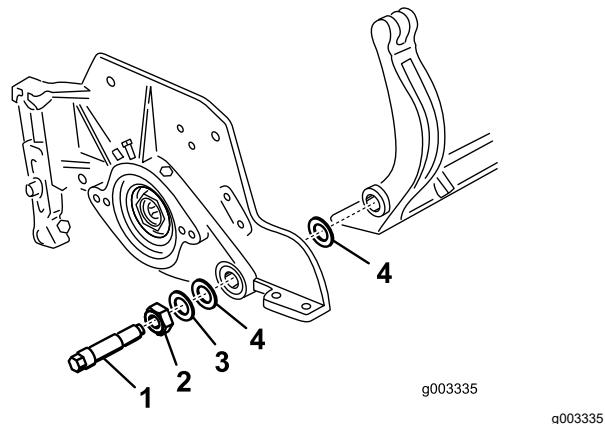

Figure 36
Mettez de côté 2 rondelles en nylon et 1 rondelle en acier à chaque extrémité de la barre d'appui (Figure 36).
3. Placez une rondelle en nylon de chaque côté du bossage de la plaque latérale. Placez une rondelle en acier à l'extérieur de chaque rondelle en nylon (Figure 36).